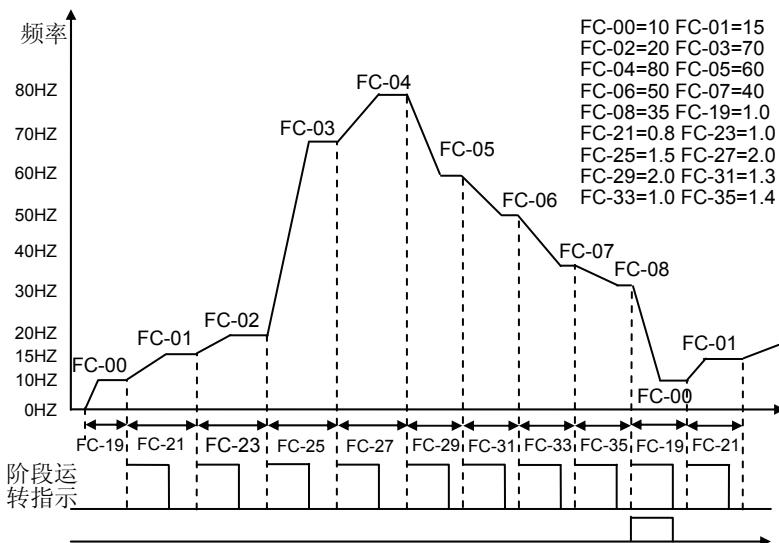

图 6-43B
- 动作说明：如图 6-43B 所示，当 F0-02=1、FC-16=2、FC-17=9 时，按下 RUN 键，变频器便开始运行，直到 FC-08 运行完成后又自动跳至第一段继续运行，直到按下 STOP 键停止为止。